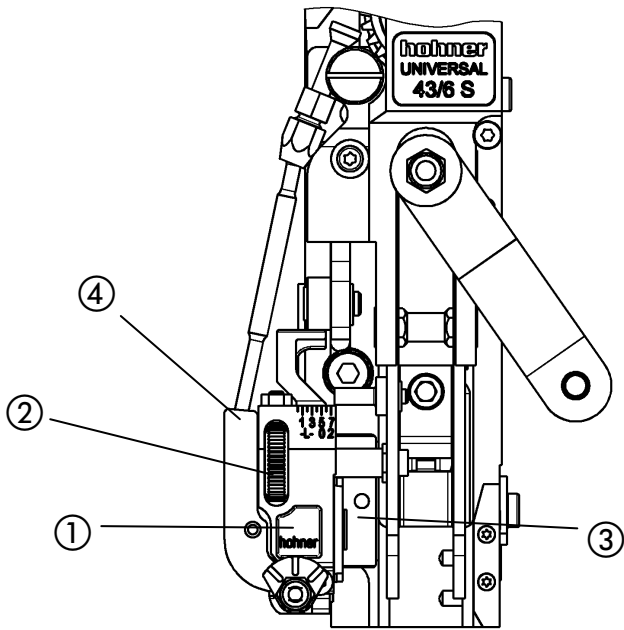
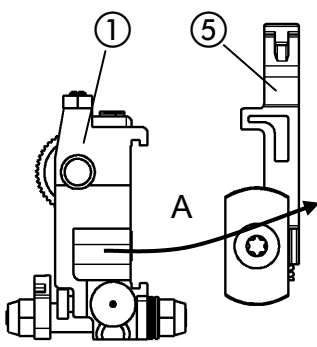
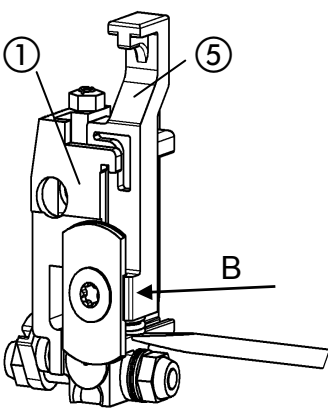

Abb. 31
Abb. 32
Abb. 34
- Abb. 31 -
- Zum Austausch der Messer Messerkasten ① durch Drehen des Rändelrads ② ganz aus der Führung ③ herausfahren und von Heftkopf abnehmen.
- Abb. 32 -
- Messerschieber ⑤ aus dem Messerkasten ① herausschieben (Pfeil A)
- Abb. 34 -
- Messerschieber ⑤ wieder in den Messerkasten ① einbauen (Pfeil B). Dabei Druckfeder des Messerschiebers mit einem Schraubendreher zusammendrücken und in den Messerkasten einschieben. Beachten, dass Druckfeder nicht umgebogen wird.
- Messerkasten ① auf die Führung ③ aufsetzen.
- Flexible Drahtzuführung in Bohrung ④ am Messerkasten stecken.